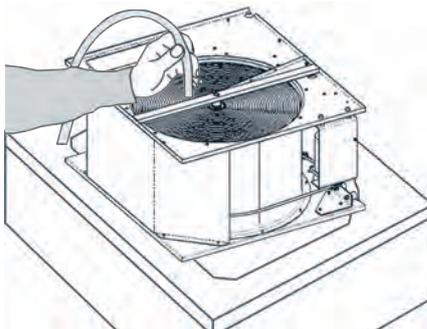

Bild 18
**Reinigung des Wärmetauschers.** Wenn die Rotor-Reinigung durch Druckluft nicht ausreicht, kann er mit Seifenlauge (Bild 18), oder wenn nötig mit einem Entfettungsmittel für Metall (Aluminium) gereinigt werden. Achten Sie darauf, dass kein Wasser auf den Elektromotor oder andere elektrische Teile gelangt. Sollte dennoch Wasser eindringen, warten Sie dringend bis die Komponente wieder vollständig ausgetrocknet ist! Lassen Sie den Rotor an einem warmen Ort trocknen. Der Rotor darf erst wieder eingesetzt werden, wenn er absolut trocken ist.